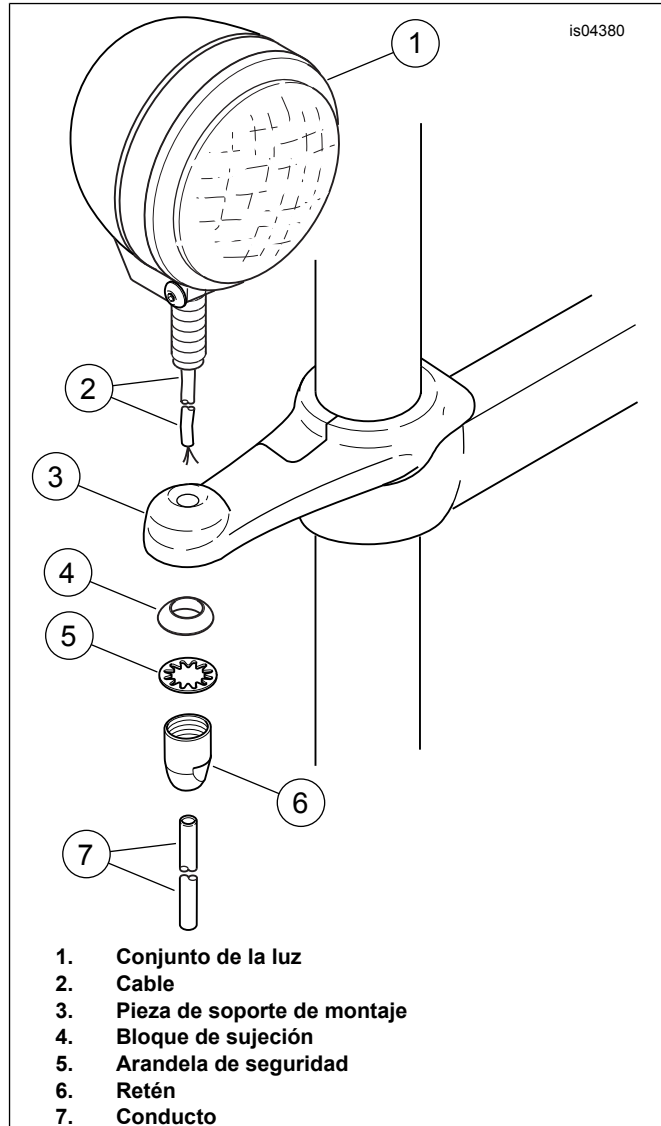

Figura 2. Instalación de luces
7. Vea Figura 2. Pase el cable (2) de la luz de persecución azul (1) a través de la pieza de soporte de montaje del lado derecho (3) y asegure la luz a la pieza de soporte usando un bloque de sujeción (4), una arandela de seguridad (5) y un retén (6). Ajuste el retén a 22–24 N·m (16–18 ft-lbs).